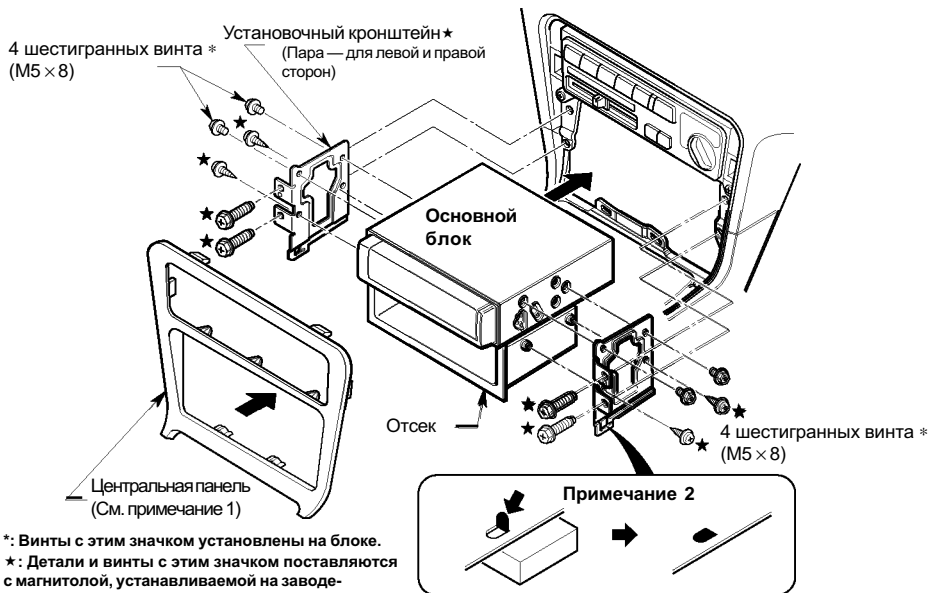

Рис. 13
Если автомобиль оснащен установленной на заводе-изготовителе магнитолой, вставьте основной блок с помощью деталей и винтов, помеченных знаком (\*). (См. рис. 13)
1. Установите кронштейны в корпус, как показано на рис. 13. Если основной блок устанавливается без универсального монтажного кронштейна, отверстия имеются. Для некоторых моделей может потребоваться просверлить новые отверстия в установочных кронштейнах.